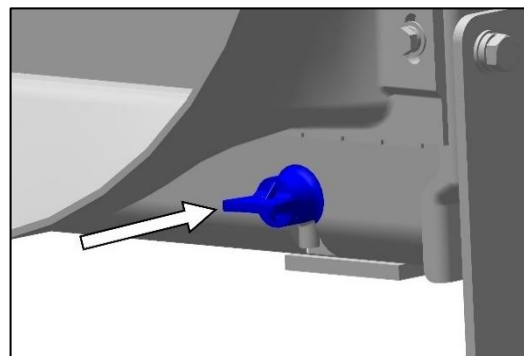

Fig. 277 : BOUCHON DE VIDANGE DU RADIATEUR
2. Déposer le bouchon de vidange situé au bas du radiateur (voir Fig. 277).